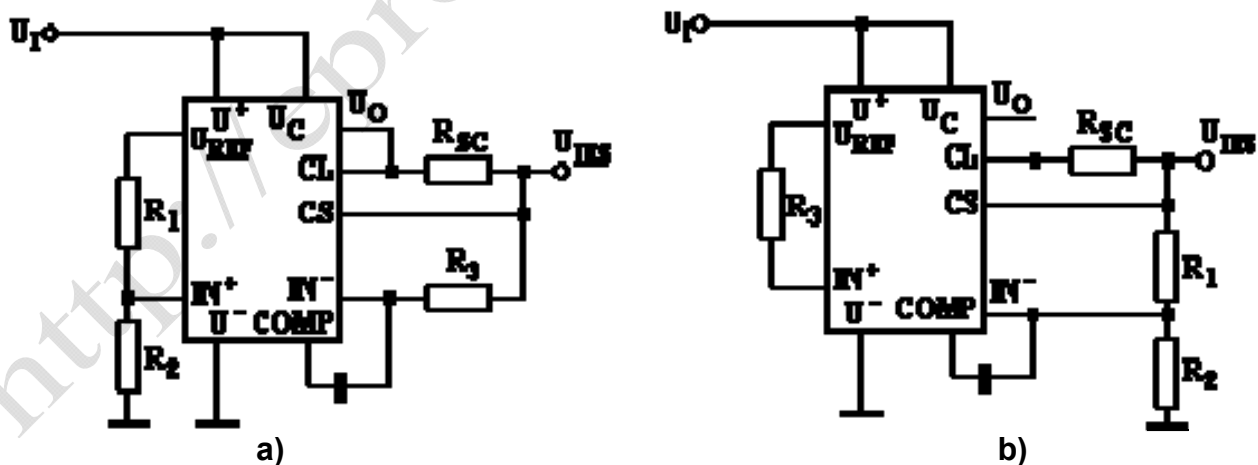

Fig. 10.3.4 Stabilizator de tensiune cu circuitul integra **βA723**.
- Stabilizatoare de tensiune pozitivă scăzută, când **U_S < U_{REF}** (U_S = 2...7 V) fig.10.3.4.a
- Stabilizatoare de tensiune pozitivă mare, când **U_S > U_{REF}** (U_S = 7...37 V) fig.10.3.4.b